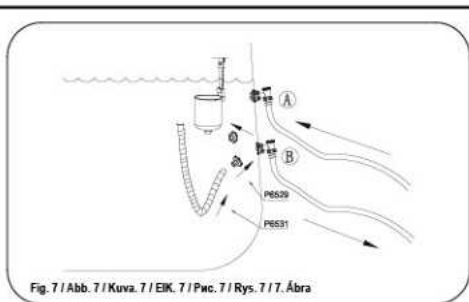

Fig. 7 / Abb. 7 / Kuva. 7 / EIK. 7 / Pvc. 7 / Rys. 7 / 7. Ábra
- For pools equipped with connection valves (See Fig. 7)
- Para piscinas equipadas com válvulas de ligação (Ver Fig. 7) Desapare o ecrã de detritos do interior da válvula de saída da piscina e aparafuse o adaptador de mangueira (P6529) na válvula de saída. Ligue a mangueira (P6531) ao adaptador de mangueira (P6529).
- Para las piscinas equipadas con válvulas de conexión (Véase Fig. 7):
- Für mit Verschlussstopfen ausgestattete Pools (Siehe Abb. 7)
- Für mit Anschlüssen ausgestattete Pools (Siehe Abb. 7)
2. Voor zembaden uitgerust met aansluitingskleppen (Zie Fig. 7)
2. Per piscine dotate di valvole di collegamento (V. Fig. 7)
2. Pour les piscines équipées de vannes de communication (voir fig. 7)